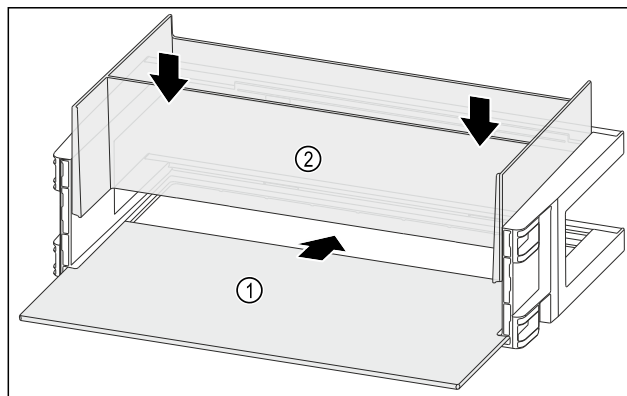

Fig. 144
- Insérer la tablette de rangement *Fig. 144 (1)* dans les évidements latéraux.
- Installer l'Organizer *Fig. 144 (2)*.